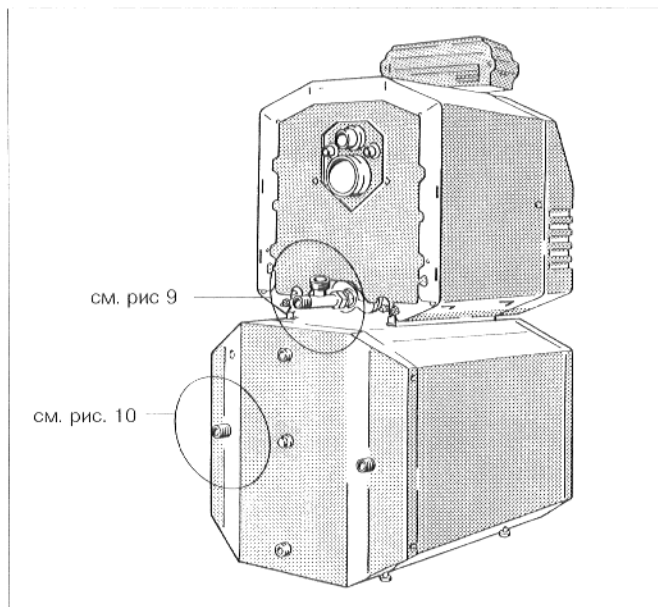
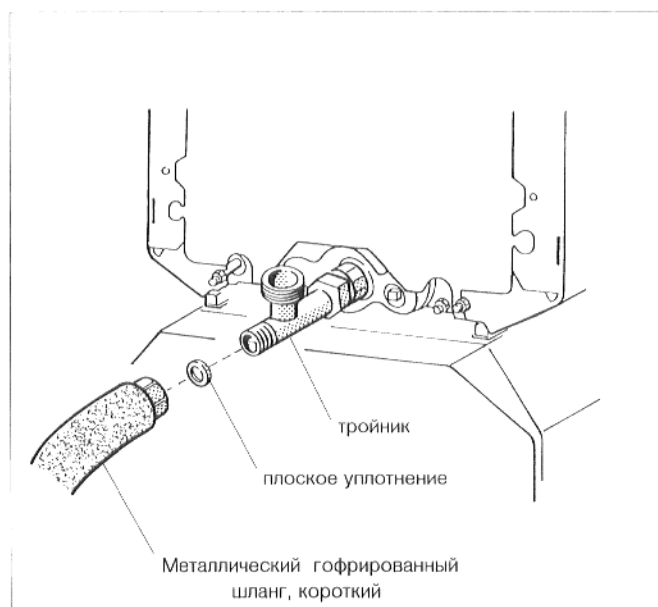
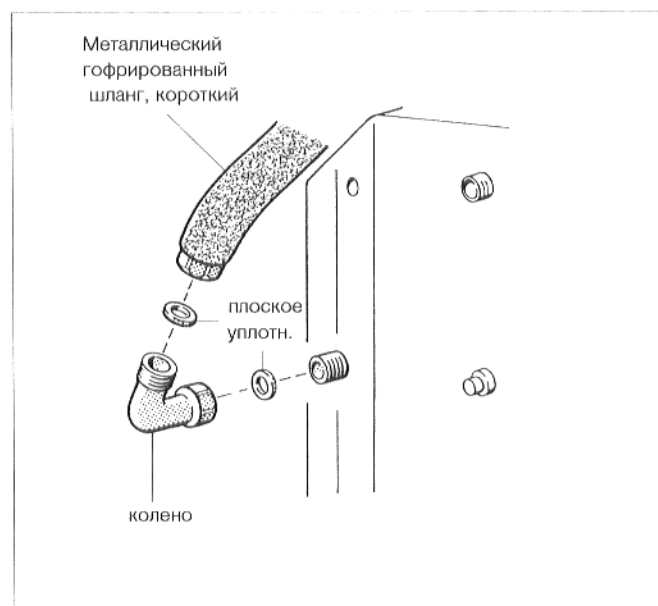

Рис. 8
Рис. 9
Рис. 10
- Вложить плоское уплотнение в накидную гайку металлического гофрированного шланга для возвратной линии (короткий), и привинтить металлический гофрированный шланг к заднему выпускному отверстию тройника (рис. 8 и рис. 9).
- Проложить металлический гофрированный шланг в направлении подключения возвратной линии бойлера-нагревателя хозяйственной воды, изменяя при этом соответственно форму шланга (рис. 8).
- Вложить уплотнение в накидную гайку колена, и слегка привинтить колено к соединительному отверстию бойлера-нагревателя хозяйственной воды (рис. 10 и рис. 8).
- Вложить плоское уплотнение во вторую накидную гайку металлического гофрированного шланга и привинтить металлический гофрированный шланг к колену (рис. 10 и рис. 8).
- Затянуть накидную гайку колена (рис. 10 и рис. 8).